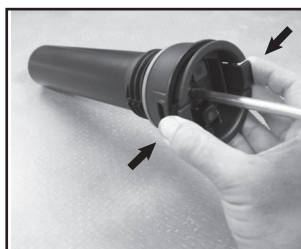

Figure 2
2. Pour retirer le bouchon du corps de pompe, serrer les languettes du bouchon et le tirer du corps (**Voir la figure 2**).